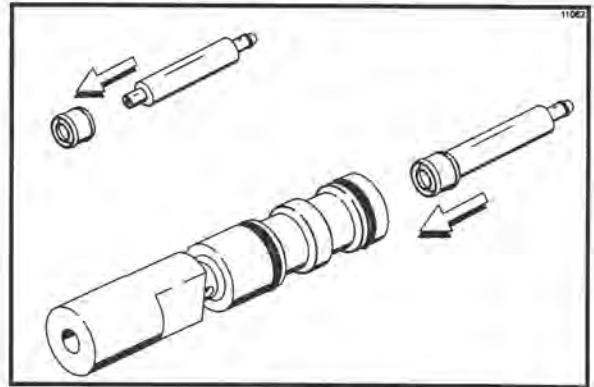

Figura 10
**Importante:** Revise que el sello del eje del rotor esté bien instalado en la ranura. Un sello de eje del rotor desgastado, faltante o mal instalado provocará fugas de producto por la parte superior de la válvula de extracción. (Vea la figura 10.)